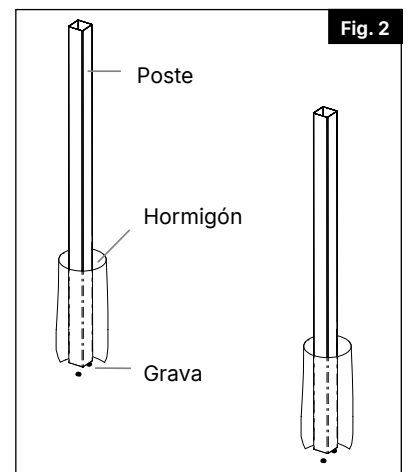

Fig. 2
2. Agregue la mezcla de hormigón húmeda o seca según las instrucciones del fabricante en la parte superior del agujero para el primer poste. Asegúrese de que el primer poste esté vertical y nivelado. Deje que el hormigón fragüe parcialmente, asegurándose de dejar aproximadamente 2" de espacio desde la parte inferior del panel hasta el suelo (Fig. 2.)